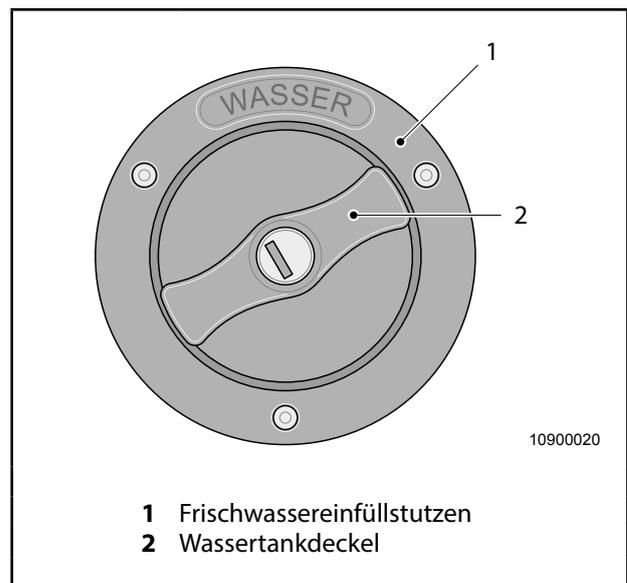

Abb. 40 Frischwassereinfüllstutzen
Der Frischwassereinfüllstutzen (Abb. 40, Pos. 1) befindet sich an der Außenwand des Fahrzeugs.
1. Wassertankdeckel (Abb. 40, Pos. 2) öffnen.
3. Wassertankdeckel (Abb. 40, Pos. 2) schließen.